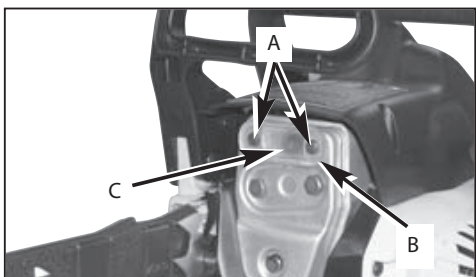

Рис. 17
1. Выкрутите 2 винта (А) крепления крышки (В) (Рис. 17).